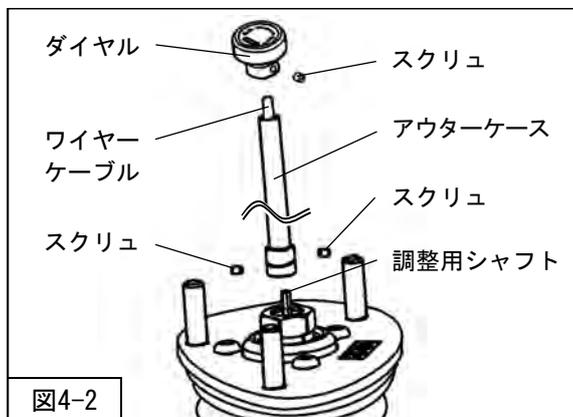

図4-2
スクリュの締付けは六角レンチ (1.5mm・同梱品) を使用してください。(図4-2)
4. OUTER ケース から出てきたワイヤーケーブルの先端にダイヤルを取付けてください。(図4-2)